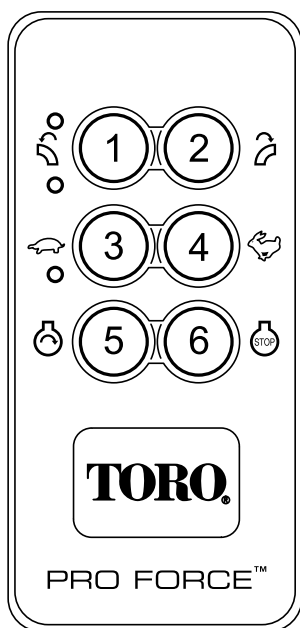

Figura 11
4. Ligar motor só tem energia após pressionar o botão Start (ligar) enquanto a condição de Ligar motor está activa. A condição Permitir Arranque do Motor só fica activa quando a seguinte Sequência de Permitir Arranque do Motor tiver sido realizada (Figura 11).